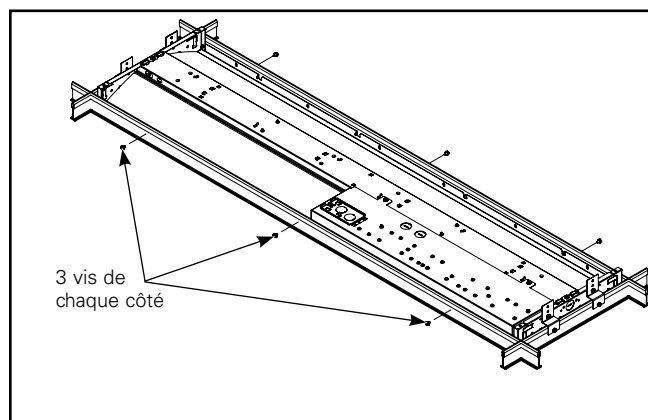

Figure 12.
7. Retirez les entrées défonçables appropriées de la plaque d'accès sur le couvercle de la boîte de jonction du luminaire pour accéder au câblage d'alimentation. (Figure 12)